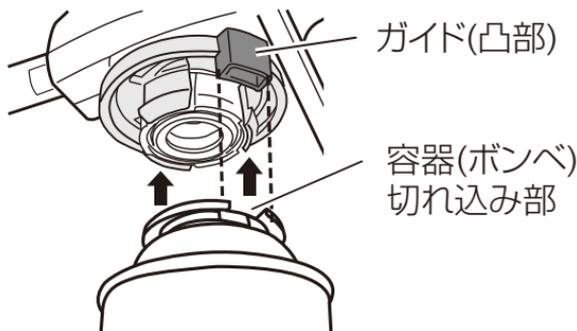

図1 本体を下からみた図
- 3.ボンベホルダーのガイド(凸部)が所定の位置(下から見て左側に止まるまで回した位置)(図1)にあることを確認します。